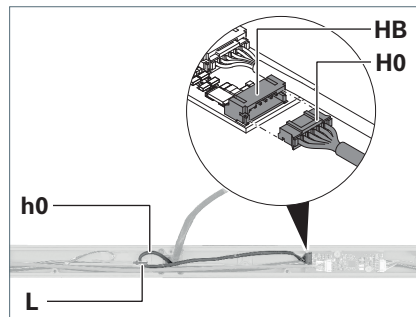

Fig. 8: Steuerleitung anschließen.
1. Legen Sie die Steuerleitung **h0** aus dem Standrohr in einer Schleife in den Querträger, siehe Fig. 8.